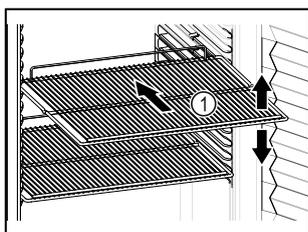

Fig. 86 Примерное изображение
- ❑ Если имеются решетчатые полки Fig. 86 (1), отрегулируйте высоту их установки.